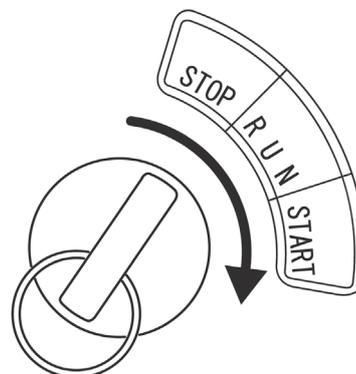
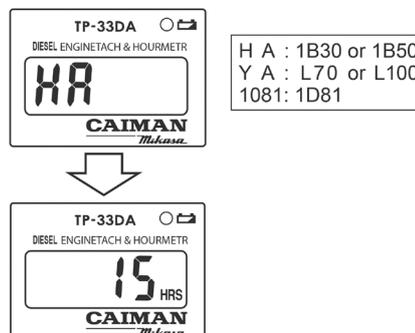

Рис. 16
Рис. 17
- 3) Поверните ключ в положение «RUN» (ВКЛ.) (рис. 16). Сработает звуковой сигнал. Надпись «НА» на дисплее сменится числом суммарного времени наработки (рис. 17).
- 4) Поверните ключ в положение «START» (ПУСК). Отпустите ключ после того, как двигатель запустится (рис. 16). Звуковой сигнал отключится.